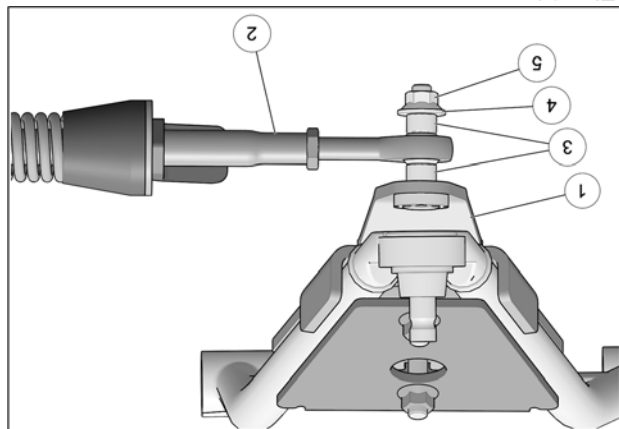

Fig. 14
8. Fixer le bras stabilisateur (2) au boulon déjà installé sur l'ancrage de suspension (1) à l'aide des deux espacateurs (3), de la rondelle (4) et de l'écrou autobloquant (5). Serrer à un couple de 70 N•m [52 lb•pi]. Voir la Fig. 14